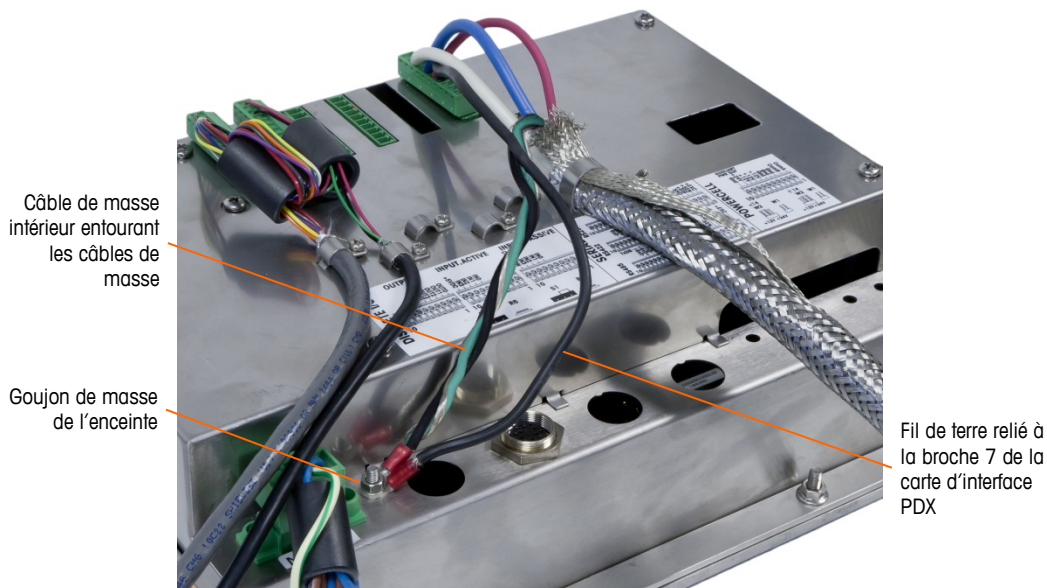

Figure 2-69 : Pris de terre rempli
4. Torsadez ensemble la masse du câble du circuit autonome avec les câbles de masse noirs et verts et connectez-les au même goujon externe de masse comme sur la Figure 2-69.